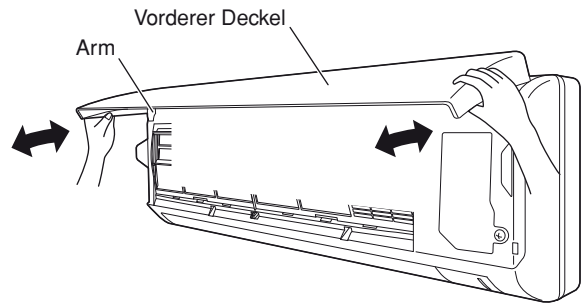

Abb. 16-1
- (1) Den vorderen Deckel öffnen, bis er nahezu horizontal steht. Danach auf beiden Seiten die Bereiche neben den vorderen Deckelarmen festhalten und dann den Deckel gegen sich vom Gerät abziehen (Abb. 16-1).